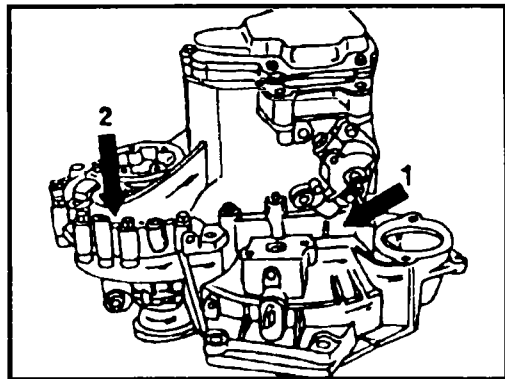
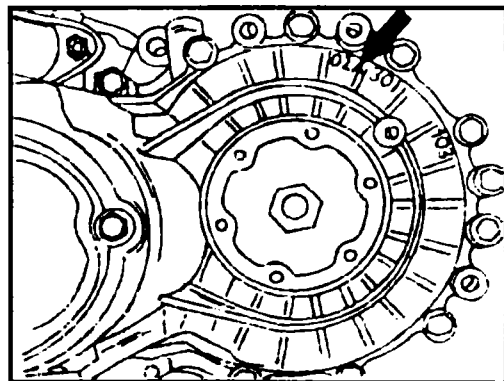

Рис.2.72 Расположение условных обозначений на коробке передач:
Рис.2.73 Номер коробки передач выбит на фланце коробки передач
Код коробки передач нанесен в точке (1, см. рис. 2.72). В точке (2) выбит тип трансмиссии - 02A. Код коробки передач повторяется на фланце коробки передач в точке, показанной на рис.2.73. Этот номер необходимо обязательно указывать, заказывая запчасти и комплектующие.